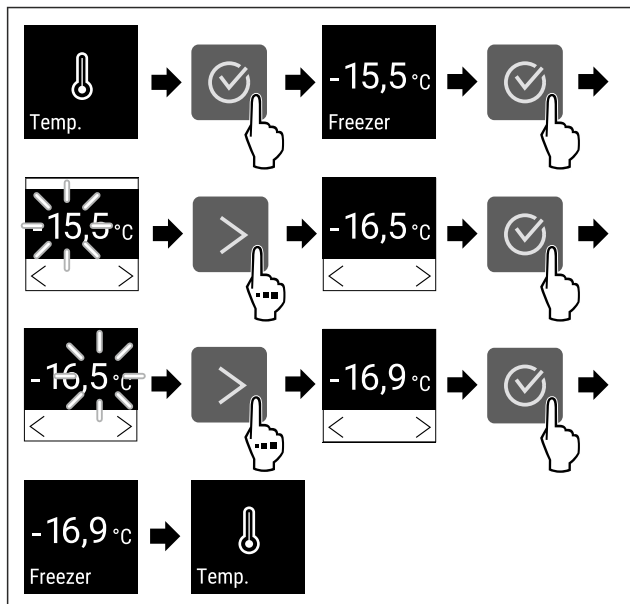

Fig. 65 Temperatūros keitimas iš $-15,5^{\circ}\text{C}$ į $-16,9^{\circ}\text{C}$
- ▶ Atlikite veiksmus (žr. Fig. 65).